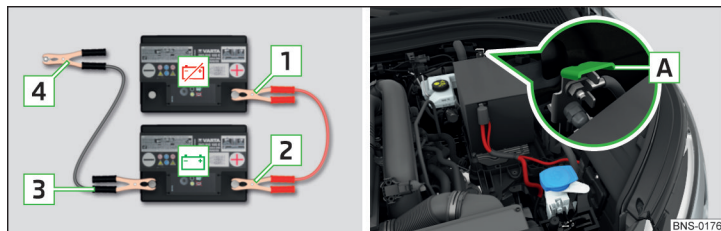

Fig. 346 Pornirea asistată: - bateria descărcată, - bateria furnizoare de curent/punctul de masă al motorului la sistem START-STOP
- › La autovehiculele cu sistem START-STOP conectați clema **4** la punctul de masă al motorului **A** » fig. 346.
- › Conectați borna minus a cablului pentru pornire asistată la punctul de masă al motorului **A** » fig. 346 sau la o piesă din metal conectată fix la blocul motor, respectiv direct la blocul motor.